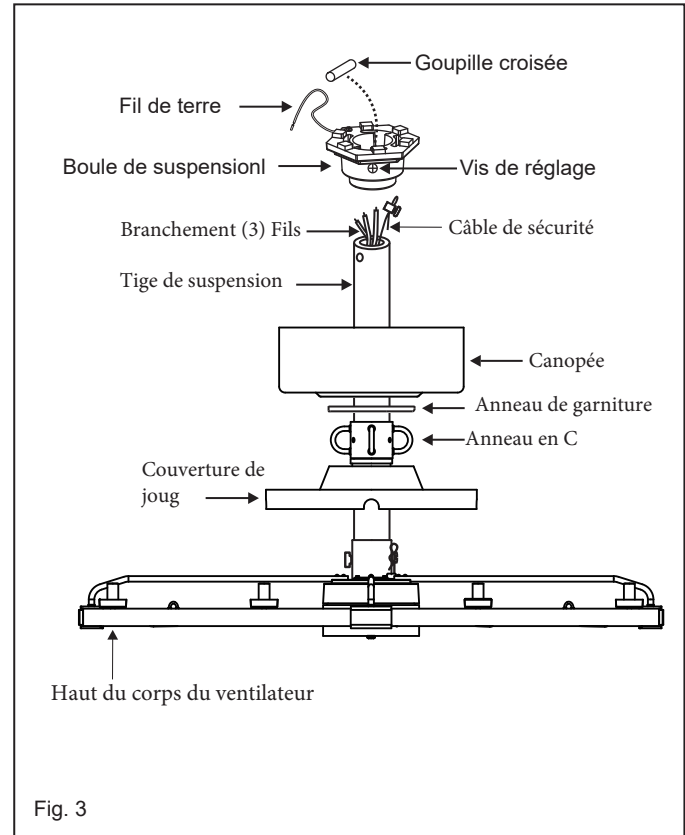

Fig. 3
**6** Glissez le couvercle de l'étrier, l'anneau en C, l'anneau de garniture et l'auvent sur la tige de suspension. (Fig.3)
- 1 Retirez la plaque murale existante et l'ancien interrupteur de la boîte de prise murale. (Fig. 3)